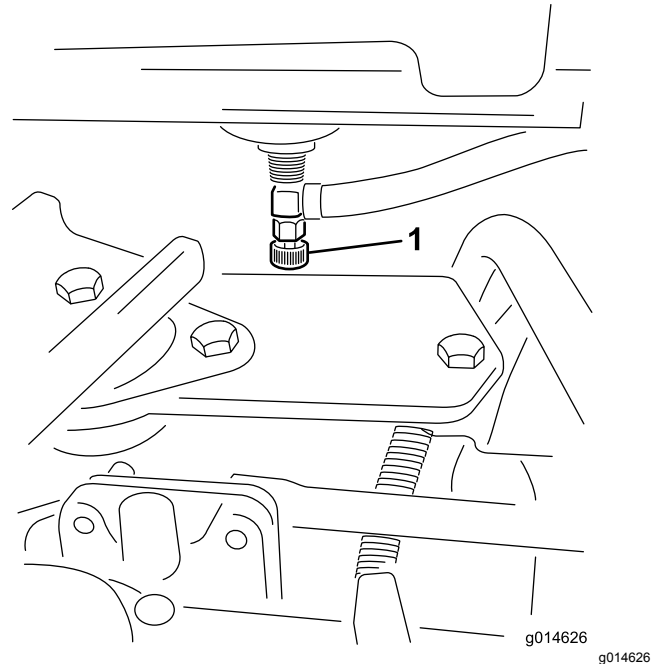

Bild 42
1. Schließen Sie den Kraftstoffhahn (Bild 42) unter dem Kraftstofftank.